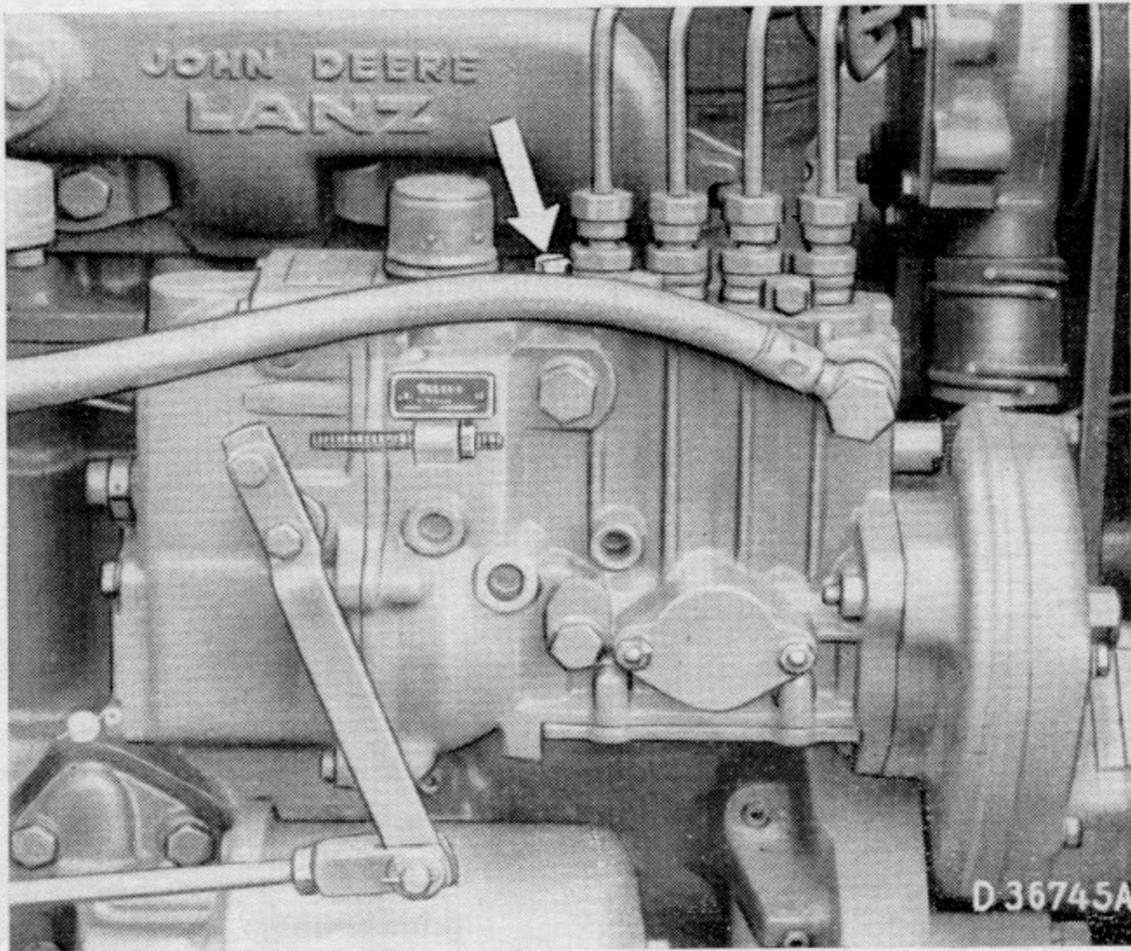

Bild 55
c) Entlüftungsschraube an Einspritzpumpe (Bild 55) lösen, bis auch hier der Kraftstoff **luftfrei** ausfließt. Wieder festziehen.